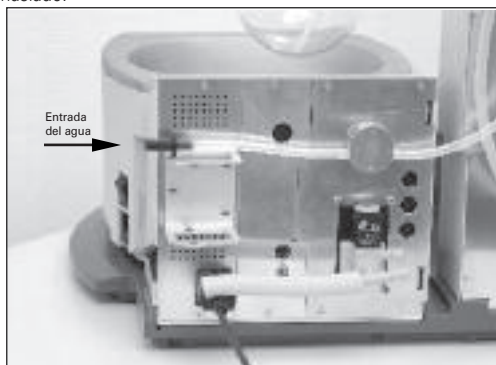
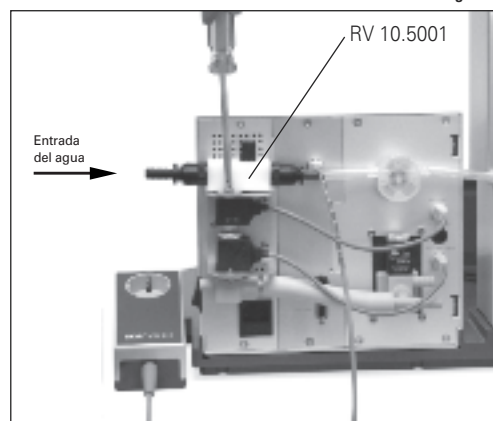

Fig. 16a
Fig. 16b
- ☞ Conecte la entrada de agua a su suministro de agua (Fig. 16a; Fig. 16b con válvula de estrangulación de agua opcional RV 10.5001). Tenga en cuenta los datos técnicos relativos al suministro de agua. La válvula de estrangulación de agua RV 10.5001 no resulta adecuada para el uso en el grupo refrigerador, porque el caudal se reduce demasiado.